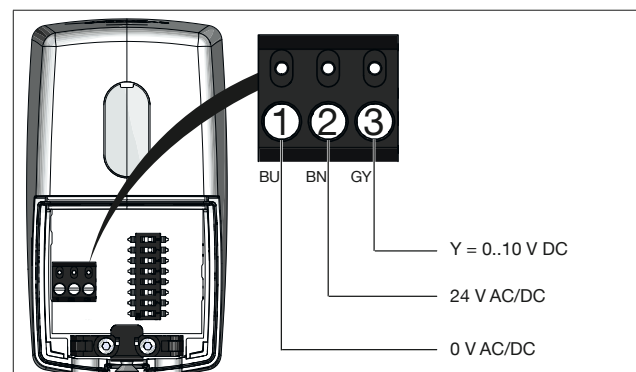
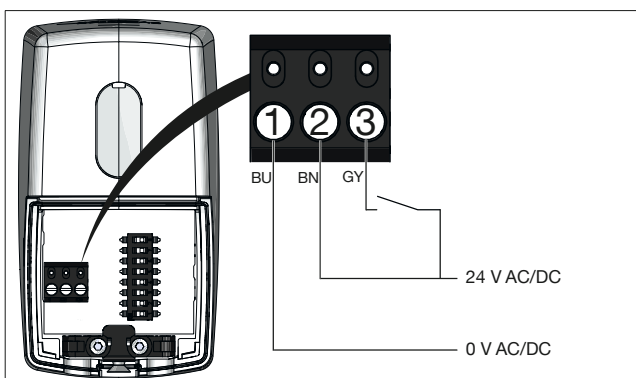

Fig. 6 : Disposition des raccordements - réglage progressif
Fig. 8 : Disposition des raccordements - réglage tout ou rien
- Établir l'alimentation électrique selon la disposition souhaitée sur la Fig. 6 en page 9 à la Fig. 8 en page 10.